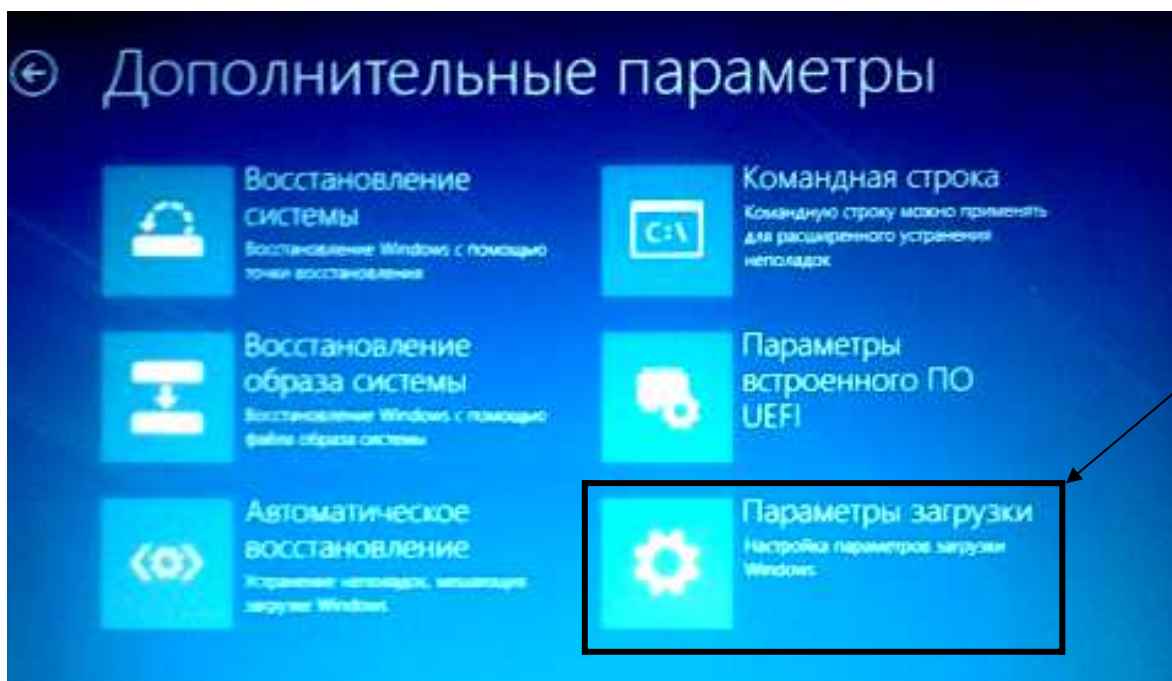

Рис. 15 – Окно «Дополнительные параметры»
2.2.5.7 Далее, в появившемся окне «Дополнительные параметры» нажмите на кнопку «Параметры загрузки» (см. Рис. 15).